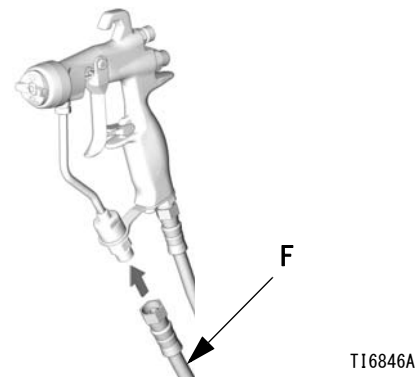

図 .4
2. ガン液インレットに液ホース (F) を接続します 図図 .4 を参照のこと。必要であれば、ガンインレットに液スイベルコネクタ (189018) を取り付けて操作性を向上させます。頁 アクセサリ を参照下さい。35